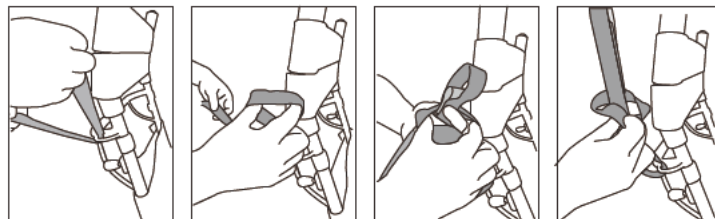

図8
4. ハンガー部に確実に掛かっていることを確認し、着脱レバーを解除します。(図8)
2. 台座部の着脱レバーが解除の位置にあることを確認します。(図8)